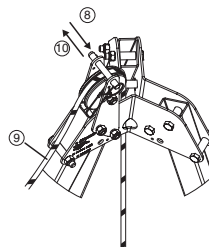

Fig. 10
8. Retirar o fuso com esfera que se encontra por cima da roldana de transmissão no cimo do tripé tracpode (Fig. 10, 8).
9. Passar a drisse do aparelho derope™ em volta da roldana de transmissão (Fig. 10, 9).
10. Reinstalar o fuso com esfera de modo a impedir que a drisse saia da roldana de transmissão (Fig. 10, 10).